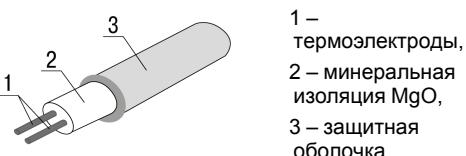

Рисунок 3.3 – Конструкция ЧЭ на основе КТМС
- ЧЭ на основе КТМС (конструктивно состоят из гибкой металлической жаростойкой трубы небольшого диаметра (до 4,5 мм) со встроенными термоэлектродами. Пространство между внутренней поверхностью трубы и термоэлектродами заполнено минеральной изоляцией – оксидом магния), см. рисунок 3.3. Такая конструкция позволяет в случае необходимости изгибать ЧЭ и защищает термоэлектроды от негативного воздействия внешней среды.